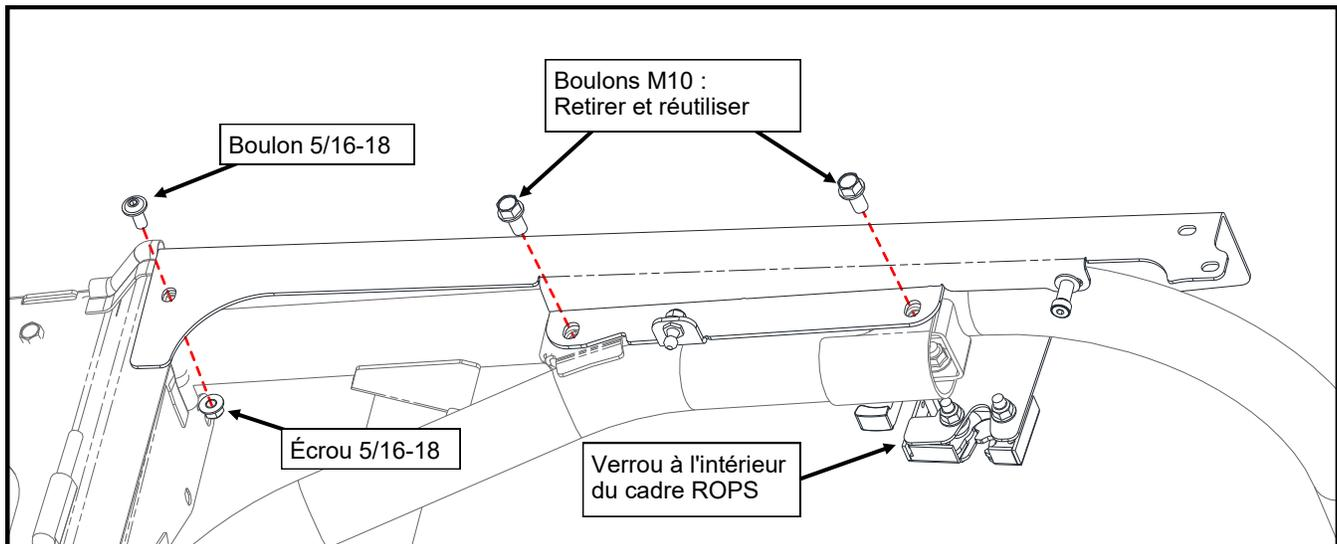

Figure 8.1 : Longerons latéraux arrière (côté conducteur illustré)
- 8.1 Pour les deux côtés, retirez et retenez les deux boulons M10 à l'extérieur, en haut à l'arrière du côté du ROPS (voir la figure 8.1). Ne retirez pas ou ne desserriez pas les boulons à l'intérieur du ROPS.
- 8.2 Placer le longeron latéral arrière côté conducteur sur le cadre ROPS et le fixer avec les boulons retirés (voir Figure 8.1). Ne pas serrer les boulons. S'assurer que le verrou est à l'intérieur du cadre.